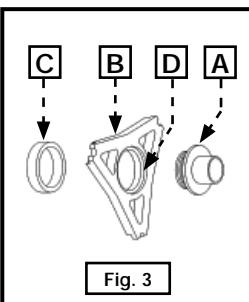

Fig. 3
3. Introduzca la guía de plantilla (A), Fig. 3, a través del accesorio de inserción para guía de plantilla (B) y fíjela con la tuerca de fijación (C).
- NOTA:** La guía de plantilla debe introducirse a través del lado del accesorio de inserción para guía de plantilla con el área entrante (D) Fig. 3.